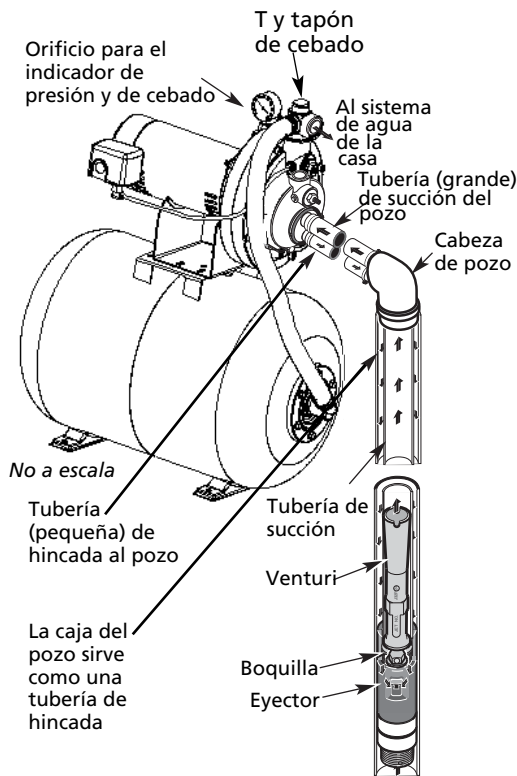

Figura 9 – Pozo Profundo (Tubería Única) de 2 pulg.
NUEVO POZO PROFUNDO, DE 2 PULG. (FIGURA 9)
2. Instale el juego de ejector Dayton 4HFC2 (se vende por separado), la tubería del pozo, y el adaptador de la cabeza de pozo según las instrucciones suministradas con el paquete de ejector (véase la Figura 9). Utilice una tubería galvanizada de bajada con acoples torneados para facilitar el flujo. Siga las instrucciones suministradas con el juego para que la boquilla y el Venturi satisfagan las condiciones de su pozo.